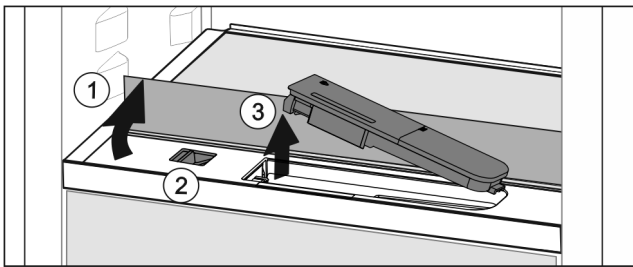

Fig. 87
- Повдигнете стъклената плоча и я завъртете до ограничителя назад Fig. 87 (1).
- Преместете плъзгача Fig. 87 (2) наляво.
- Извадете резервоара за вода Fig. 87 (3).